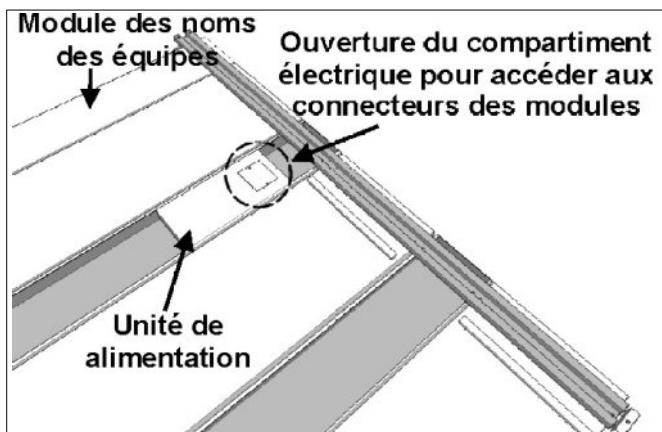
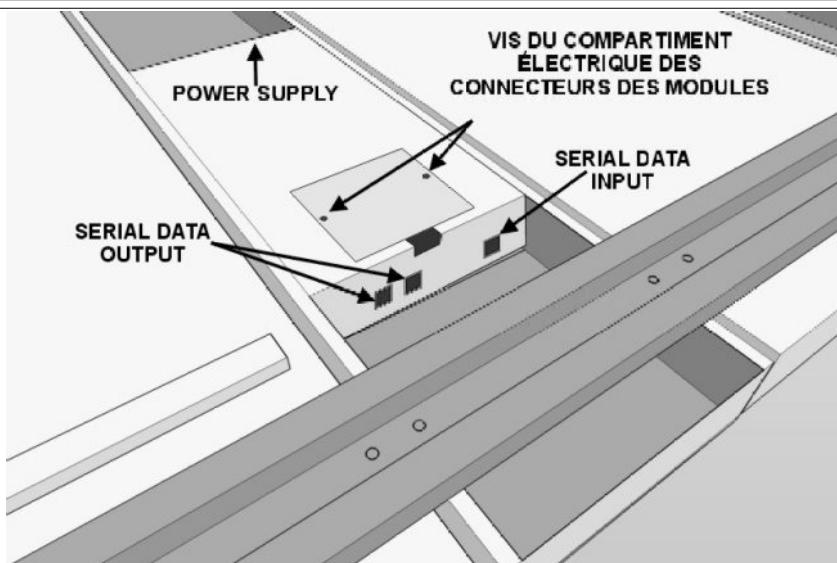

Fig. 3.2: Compartiment électrique
Fig. 3.5: Connexion du câble d'alimentation et des câbles série de données
1. Repérez le module où se trouve l'unité d'alimentation (voir Fig. 3.2); utilisez un tournevis cruciforme pour ouvrir le compartiment des connexions électriques (Fig. 3.5).
L'unité d'alimentation (voir Fig. 3.5) a les connecteurs suivants: